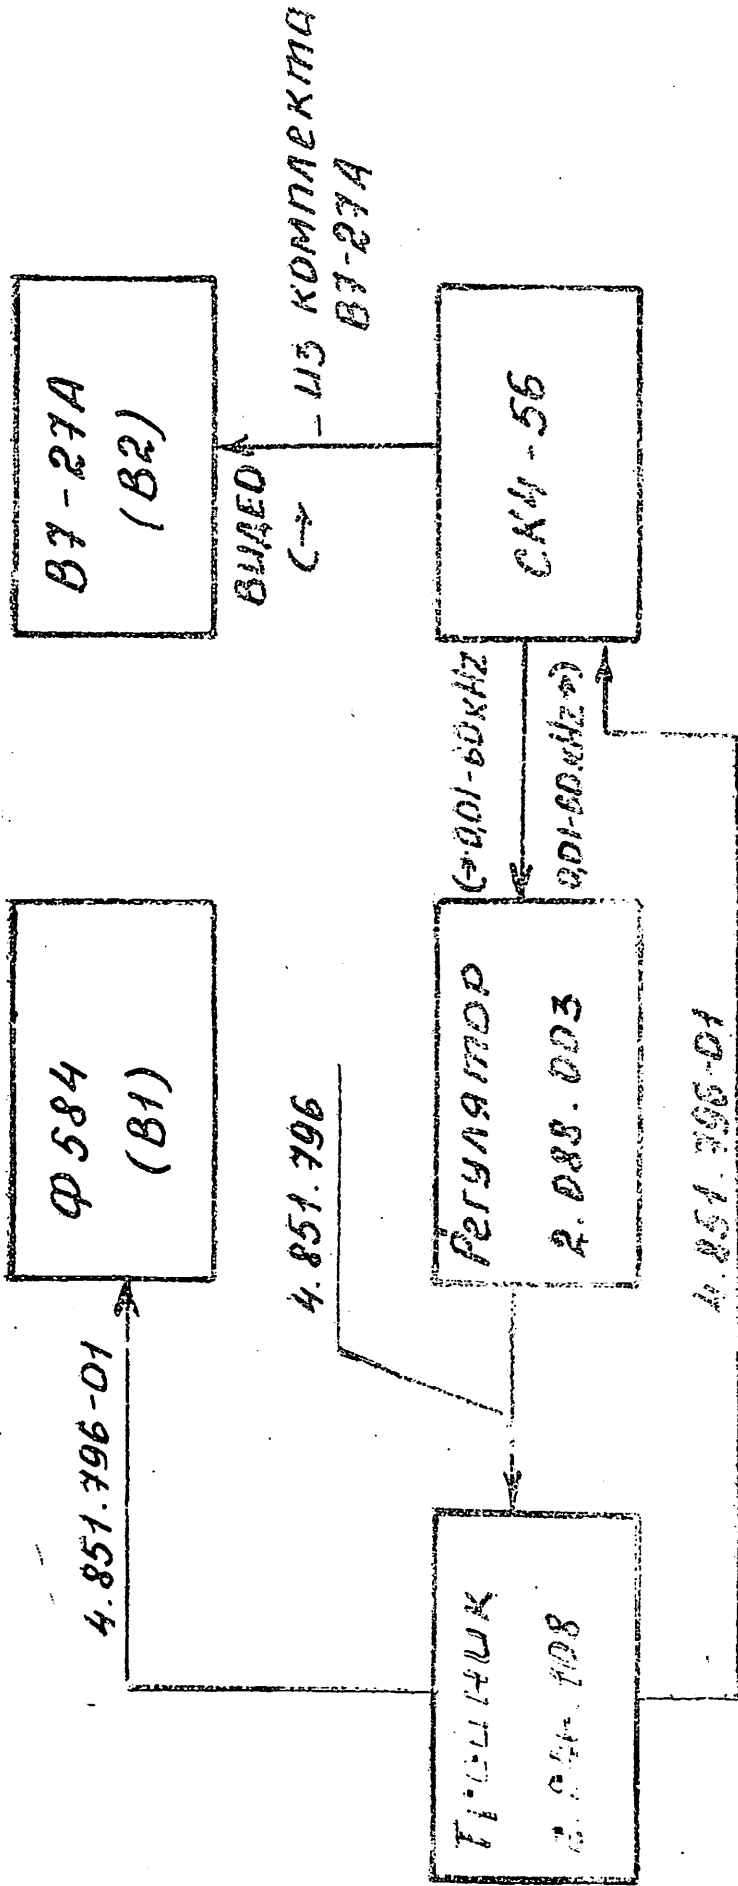

Рис. 8. Структурная схема поверки погрешности напряжения сигнала калибратора
1. Погрешность напряжения первой гармоники сигнала калибратора определяется путем сравнения напряжения калибратора с напряжением следящего генератора, которое контролируется вольтметром В1, по структурной схеме рис. 8.